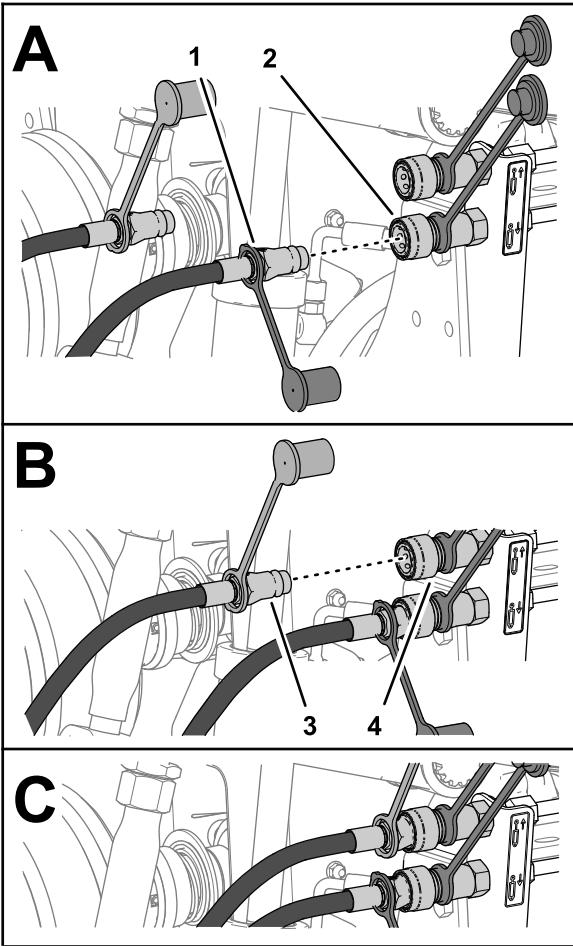

Рисунок 33
- Подсоедините быстроизъемный штуцер шланга выдвижения цилиндра к быстроизъемному соединителю контура опускания заднего навесного оборудования (Рисунок 33).